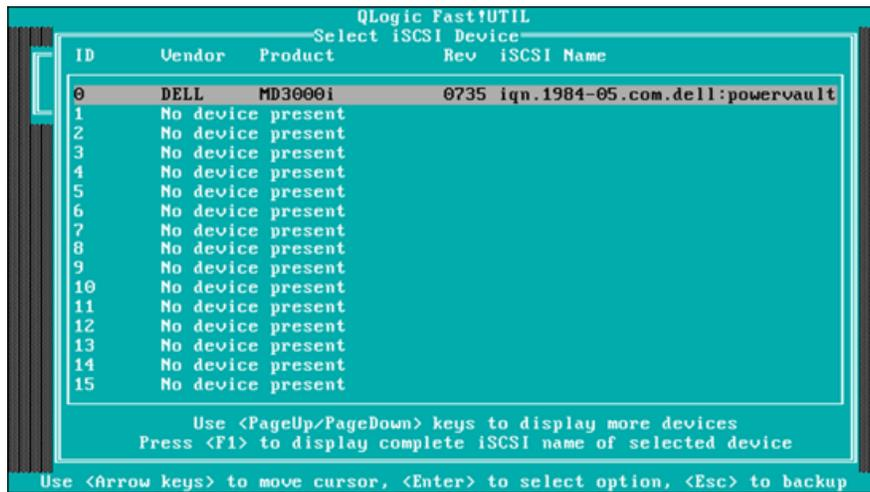

Figure 5-27. Fast!UTIL : Fenêtre Select iSCSI Device Window (Sélectionner le périphérique iSCSI)
- b. Sélectionnez la cible dans la liste des cibles découvertes dans la fenêtre **Select iSCSI Device** (Sélectionner le périphérique iSCSI), comme indiqué à la Figure 5-27.